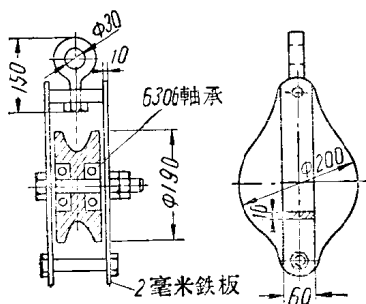

图 1-6 滑車
(2) 用特制的滑車(图1-6)吊主绳。滑車是鉸联的, 可以向前后左右任意偏摆, 以适应主绳的变向。在横梁上切个槽, 用卡子将滑車吊在横梁下面, 主绳穿在滑輪中滑行。滑輪的悬挂位置是固定的, 距外軌側架杆1.1米。